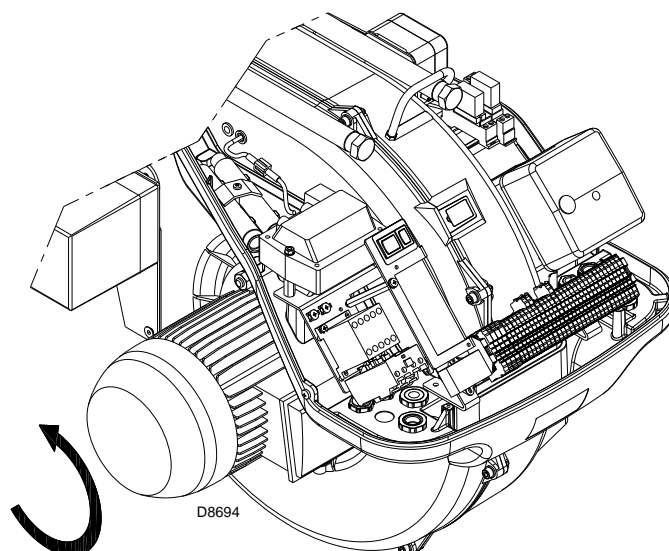

图 29
- 通过火焰检查窗 (图 29) 检查风机的旋转方向。
- 检查风机马达的旋转方向，如图 29 所示。